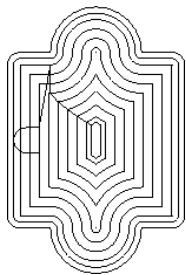

图 9-30 平行环切切削
- 平行环切：指在加工时，相邻刀具路径间成平行的切削，如图 9-30 所示。